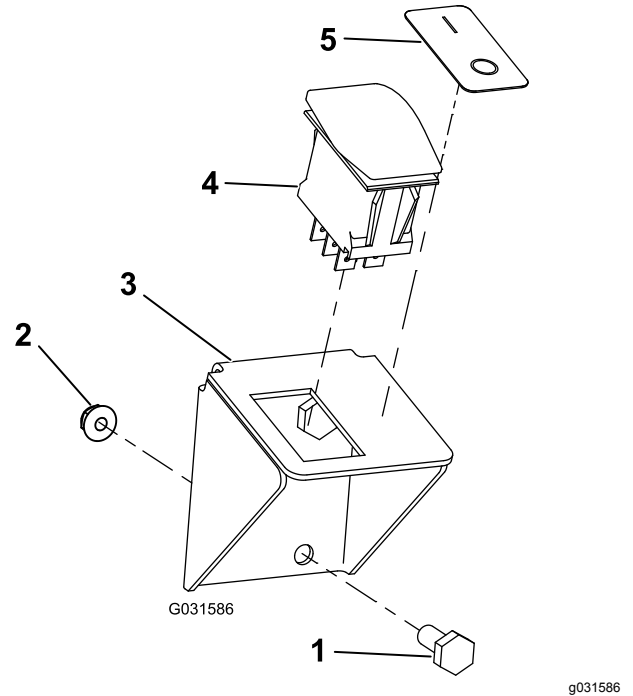
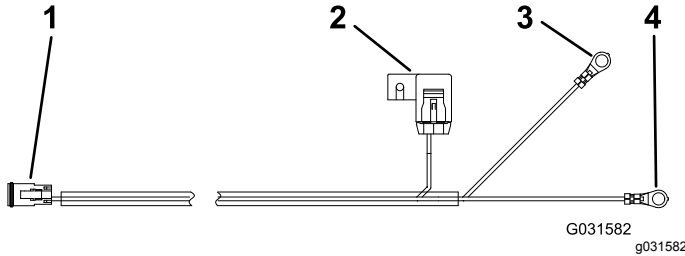

图9
图11
- B. 用 2 个螺栓和 2 个凸缘螺母将开关支架安装到仪表板上图 9。
4. 将开关线束连接到开关图 9 和 图 11。
5. 在开关旁边贴上标贴 (图 9)。
要直接从电池为套件供电请使用电池线束图11。将正极端子连接到正极电池端子。